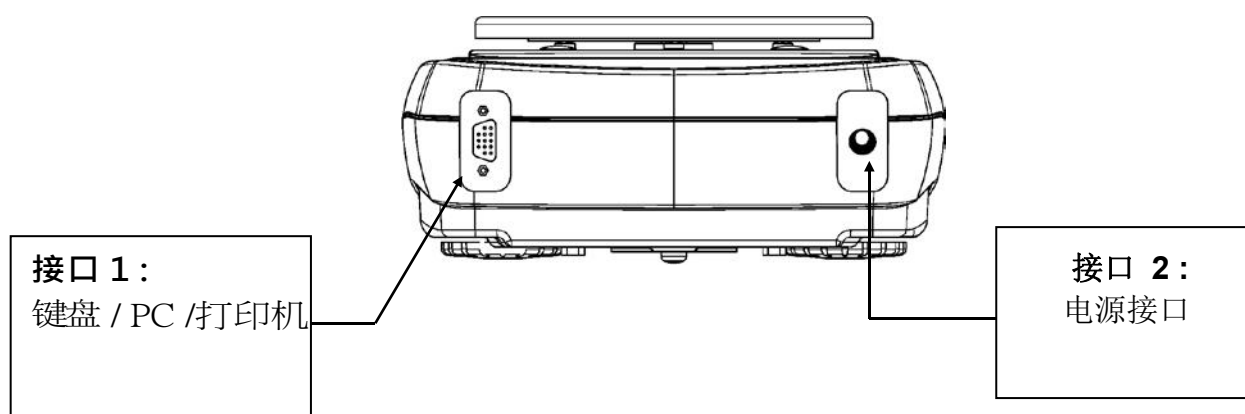

图 1 天平的背面
选择传输到计算机（IBM 兼容机）时，连续传输输出启动，传输速度与天平显示器上的重量更新速度维持在同一水平。可以直接在计算机键盘上操作秤的各种功能，将下表中的 ADCIII 代码传输到秤上。与计算机连接使用 1 号接口（第 25 页图 1）。
- 选择根据用户命令传输到计算机时，只有按下 **PRINT** 按钮时，才启动传输输出。在这种情况下，也可以直接在计算机键盘上操作秤的各种功能，将上表中的 ADCIII 代码传输到天平上。与计算机连接使用 1 号接口（第 46 页图 1）。
在这种情况下，只有按下 **PRINT** 按钮、并且重量稳定时，才能启动打印。如果在 10 秒内还未达到稳定，则出现短暂的提示音，然后显示 **ERROR05**。重量值不能传送到打印机。连接使用的接口为 1 号（第 25 页图 1）
将串行打印机连接到天平的接口 1（第 38 页图 1），如下图所示：
连接选择配置的字母数字键盘时, 必须使用连接 PC 时使用的接口 1 (第 38 页图 1)。